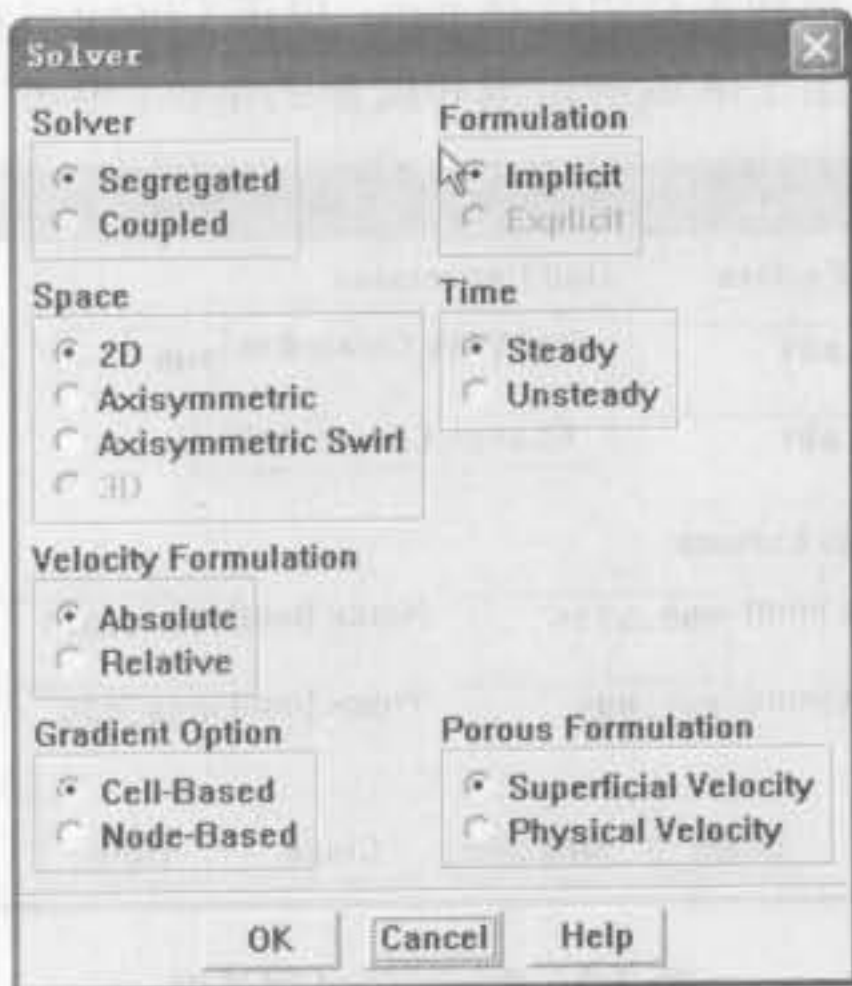

图 2-12 Solver 对话框
打开 Solver 对话框，如图 2-12 所示。
图 2-12 中：①Solver 选项组用于选择求解器：Segregated 的含义是非耦合求解法；Coupled 的含义是耦合求解法。②Formulation 选项组用于选择算法：Implicit 的含义是隐式算法；Explicit 的含义是显式算法。③Space 选项组用于选择空间属性：2D 的含义是二维空间；Axisymmetric 的含义是轴对称空间；Axisymmetric Swirl 的含义是轴对称旋转空间；3D 的含义是三维空间。④Time 选项组用于选择时间属性：Steady 的含义是定常流动；Unsteady 的含义是非定常流动。⑤Velocity Formulation 选项组用于选择速度属性：Absolute 的含义是绝对速度；Relative 的含义是相对速度。⑥Gradient Option 选项组用于选择梯度选项：Cell-Based 的含义是基于单元梯度；Node-Based 的含义是基于节点梯度。⑦Porous Formulation 选项组用于选择多孔算法：Superficial Velocity 的含义是表面速度算法；Physical Velocity 的含义是物理速度算法。这里保持默认设置。